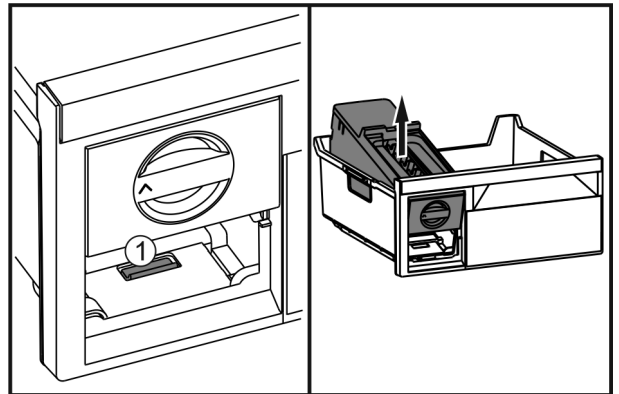

Fig. 47
- ▶ Stlačte západku Fig. 47 (1), EasyTwist-Ice zezadu zvedněte a vyjměte z mrazicí zásuvky.